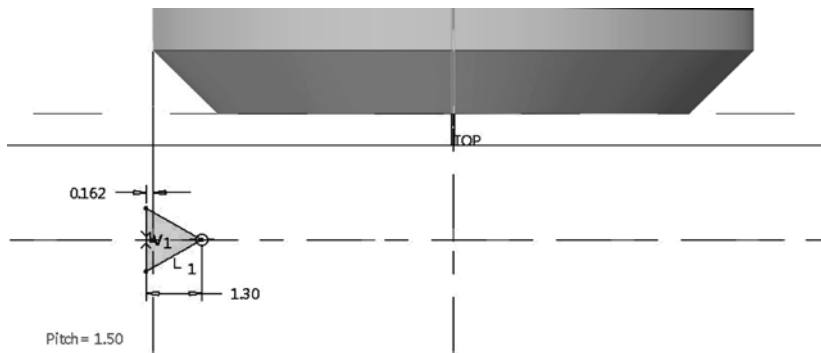

图 13-19 绘制普通螺纹的牙型截面
- 7 在“螺旋扫描”选项卡中单击“创建或编辑扫描截面”按钮 ，单击“草绘视图”按钮 以定向草绘平面使其与屏幕平行。接着绘制如图 13-19 所示的牙型横截面。